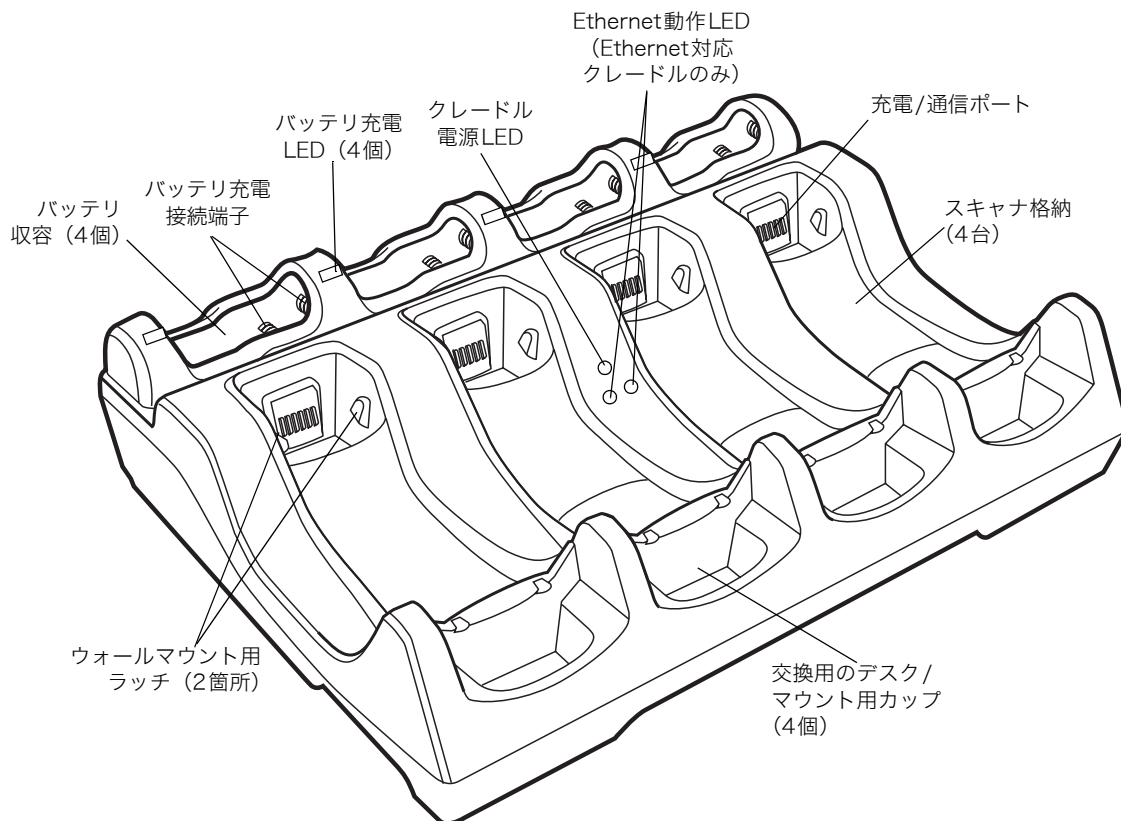

図1-5 4スロットクレードルの前面
1. ホストインタフェースケーブルをクレードルのUSB/ホストポートに接続します。クレードルのポートの場所は図1-2または図1-5を参照してください。